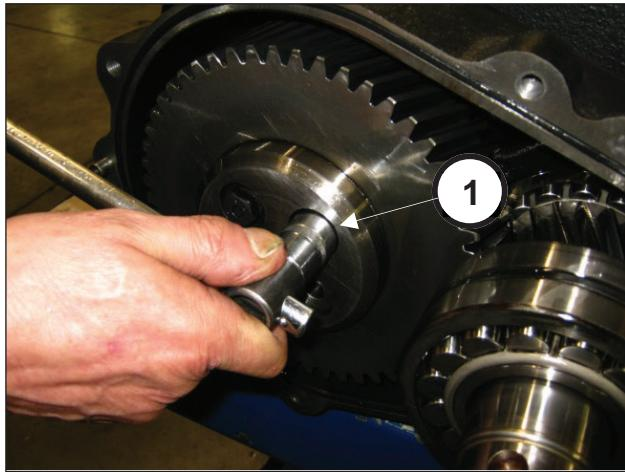
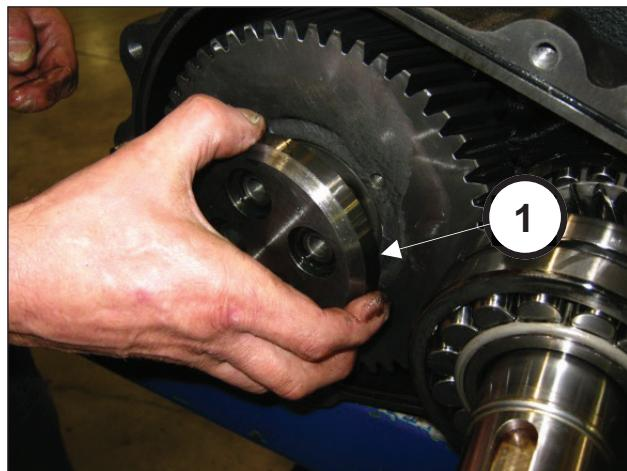

图 10
图 11
拧松固定冠齿轮止动件（位置①，图 10）的螺栓并将之拆除（位置①，图 11）。